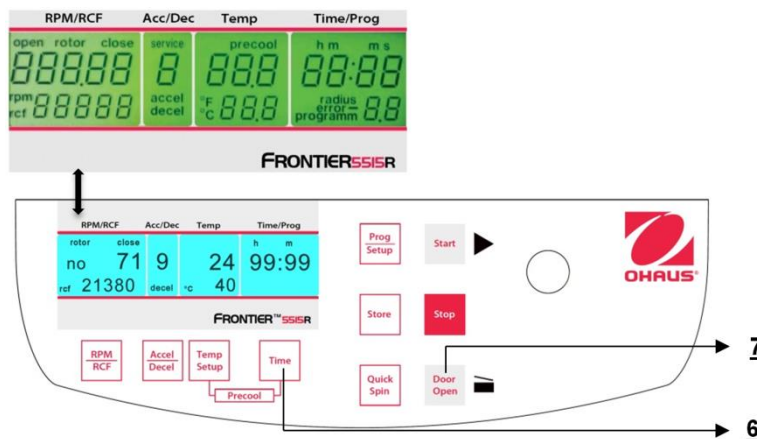

Figure. 29
La centrifugeuse étant hors tension, appuyer simultanément sur les touches "**Time**"(6) et "**Door Open**" (7), et mettre la centrifugeuse sous tension avec le commutateur principal. Relâcher les deux touches ; il en résultera l'exécution d'un test de l'affichage pendant environ 5 secondes. Tous les indicateurs apparaîtront simultanément (voir la figure 29).